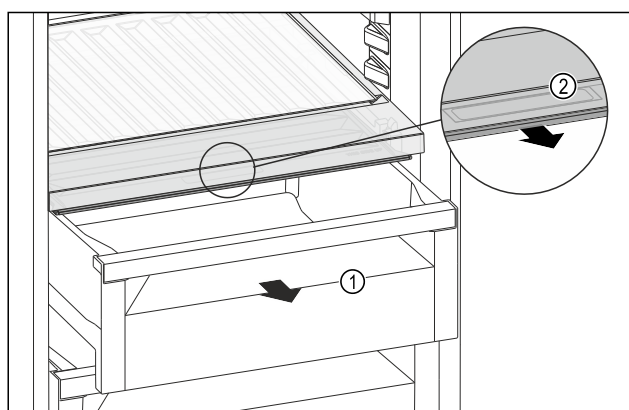

Fig. 158
- 拉出抽屉 Fig. 158 (1)。
- 抓住抽屉盖上的内嵌式拉手 Fig. 158 (2)，并同时向前拉出抽屉盖。